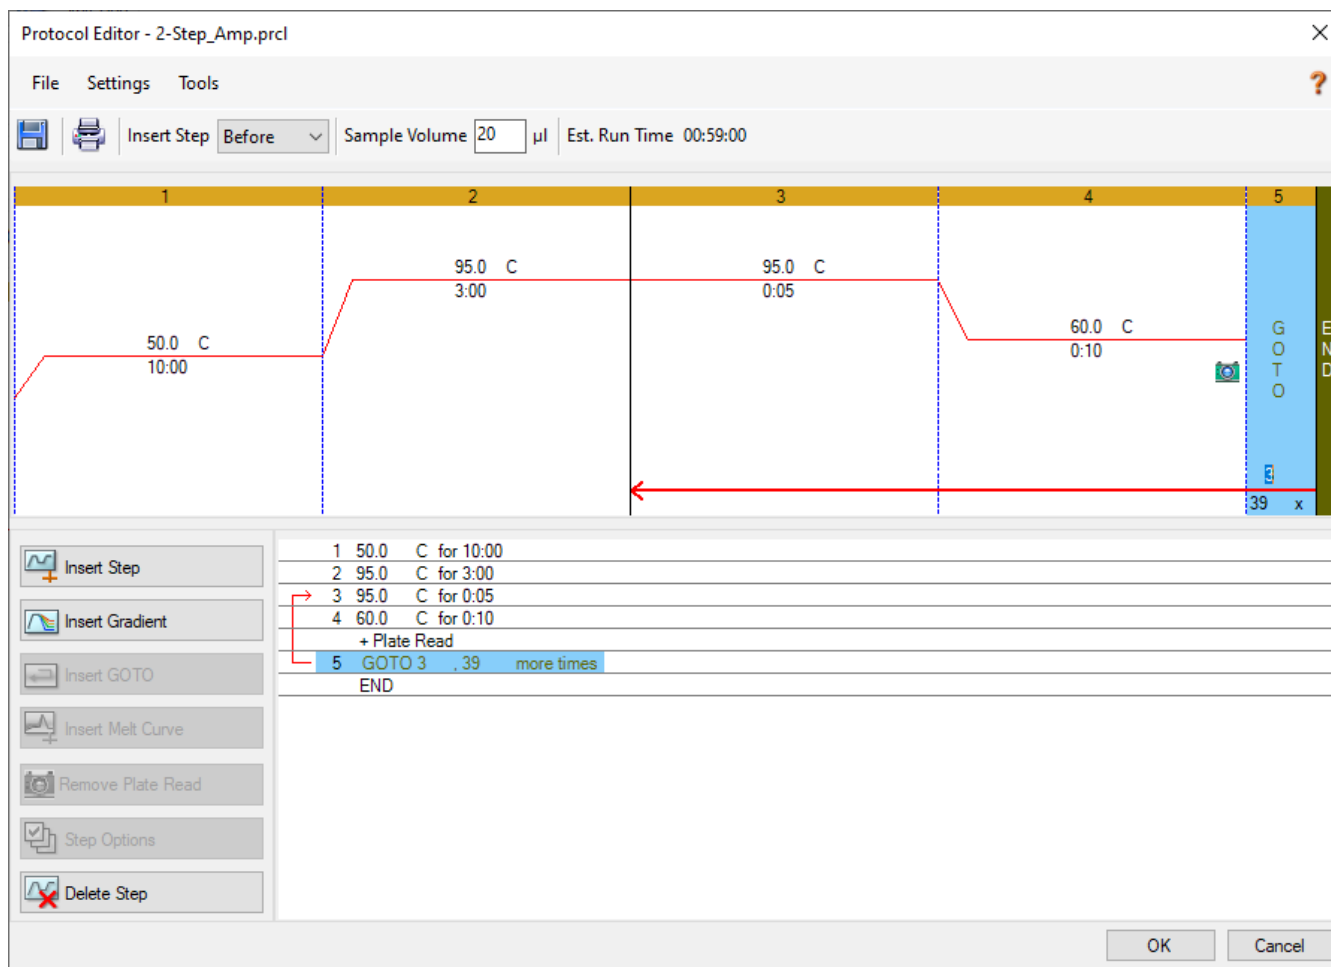

Figura 13 Perfil térmico na janela Protocol Editor do CFX Maestro
- 7 Ajuste as outras etapas do perfil térmico para corresponder à **Figura 13**. As configurações também estão resumidas na **Tabela 11**. Certifique-se de que a etapa GOTO (etapa 5) está definida para repetir 39 vezes.